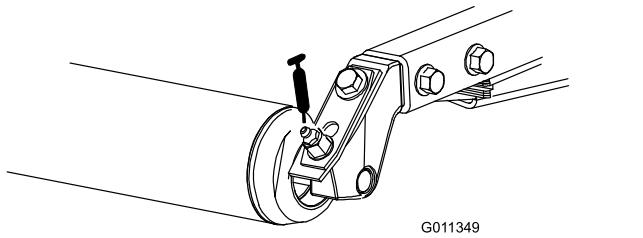

Bild 11
- Heckrollenlager (2 pro Schneideeinheit)—Bild 11